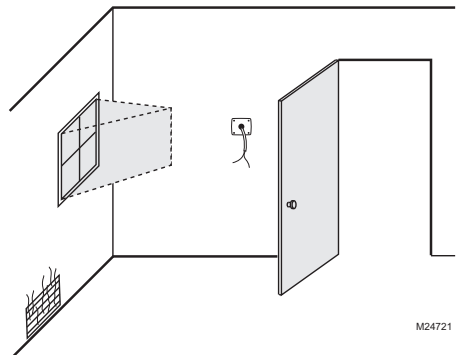

**Fig. 6. Choisir l'emplacement dans la pièce.**
**REMARQUE :** Choisir un emplacement à l'abri des courants d'air et de l'humidité excessive. Ne pas installer l'appareil près des portes ou des fenêtres ni dans la salle de bain ou la cuisine. Voir la figure 6.
- Utiliser des connecteurs de fils pour raccorder les fils basse tension aux connecteurs de l'humidistat H8908. Consulter les Fig. 6–19 pour connaître les configurations possibles.